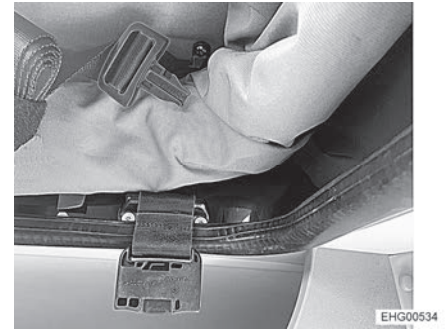

Bild 98 Gurtschloss, geöffnet
- Beide Gurtschlösser (Bild 98) schließen und festziehen.